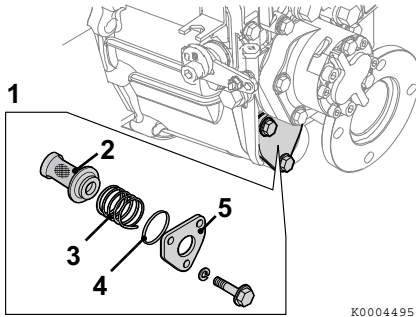

Figure 3
- (a) Retirez le capot latéral (**Figure 3, (5)**) et enlevez le filtre (**Figure 3, (2)**).
- (c) Fixez le filtre avec le ressort à enroulement (**Figure 3, (3)**) et insérez-le dans le boîtier. Placez le joint torique (**Figure 3, (4)**) à l'intérieur du capot latéral.